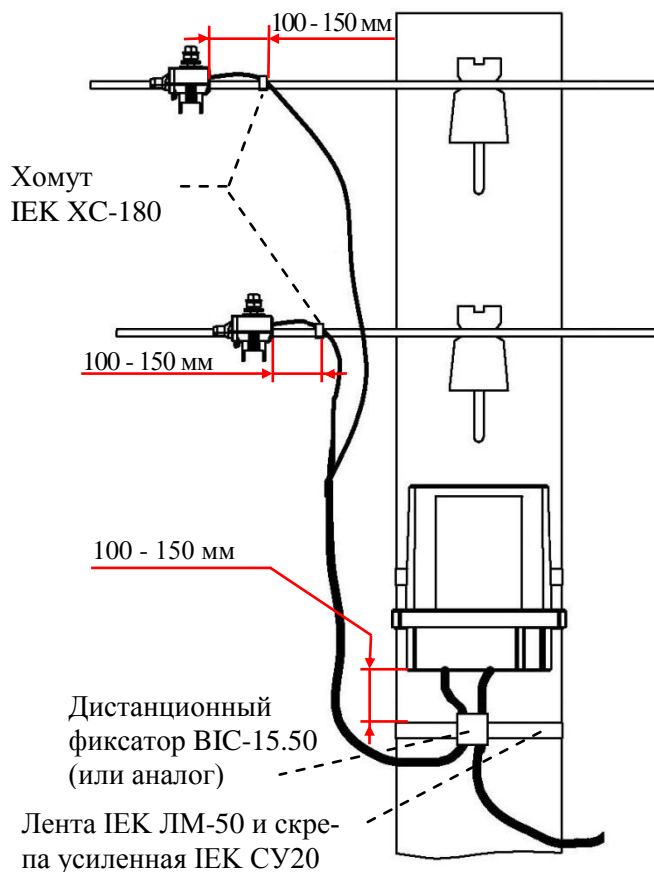

Рисунок 9.3 – Крепление провода при установке счетчика на опору линии электропередачи
9.4.2.10 Провода подключить к линии ВЛ-0,4 кВ с помощью прокалывающих зажимов. Скрутка проводов строго запрещена! Место контакта зачистить от пыли, пленок, окислов и смазать токопроводящей смазкой. Зафиксировать провод атмосферостойким хомутом, например ИЕК ХС-180 (УНН21-Д6-180-100), перед зажимом вдоль линии ВЛ-0,4 кВ (рисунок 9.3).